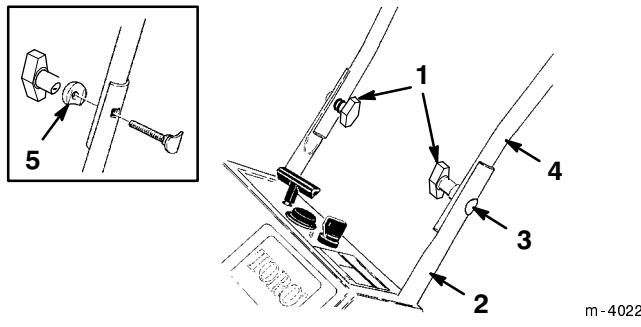

Bild 2
1. Positionieren Sie den oberen Griffteil an der Innenseite des unteren Griffteils und fluchten die Löcher ab (Bild 2).
2. Sichern Sie den oberen Handgriffteil mit den Ovalkopfschrauben, Wellenscheiben und Handschrauben am unteren Teil ab (Bild 2).
Hinweis: Stellen Sie sicher, dass Sie die Ovalkopfschrauben und Wellenscheiben einwandfrei ausfluchten (siehe Ausschnitt in Bild 2).